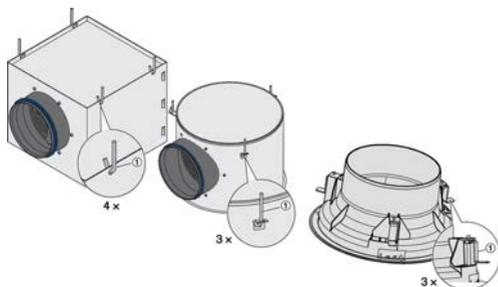

Fig. 9: Installazione con camera di raccordo o raccordo di connessione
1. ► Fissare i componenti di sospensione, come corde, cavi o ganci metallici (Fig. 9) al soffitto.